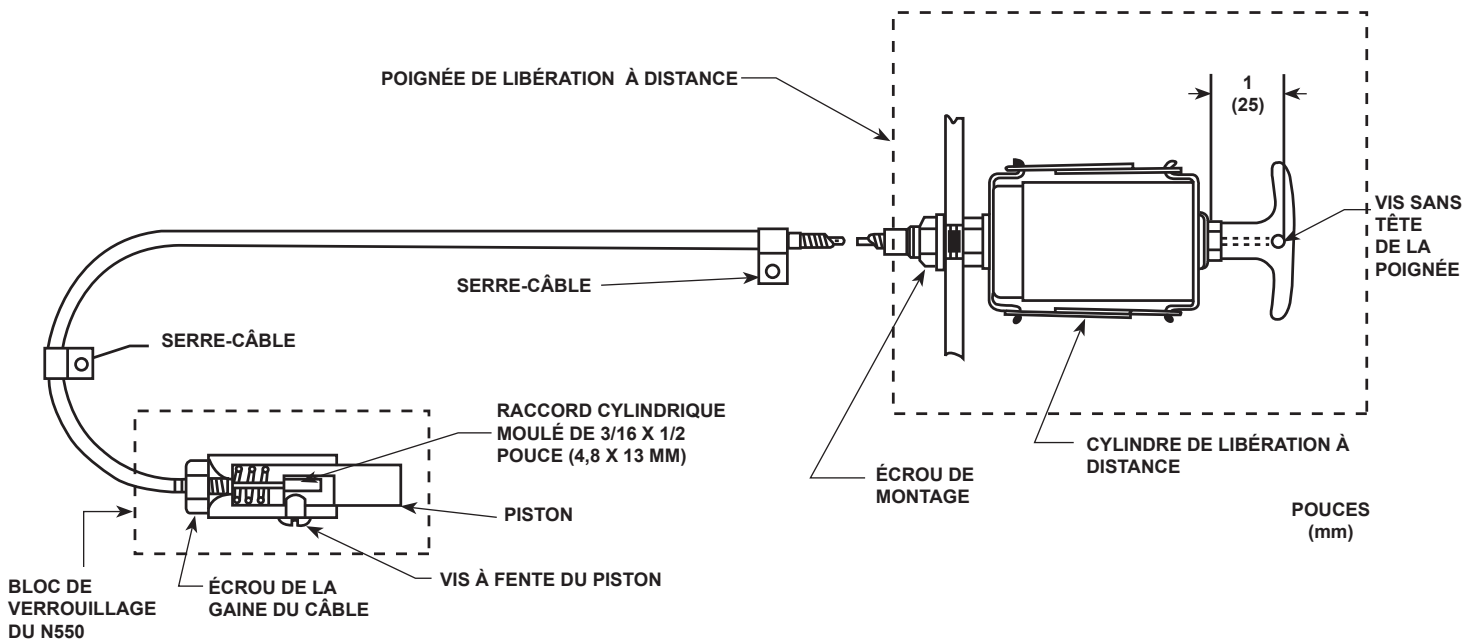

Figure 3. Schéma d'installation du dispositif de libération à câble type P164B
2. S'il est nécessaire de couper le câble pour le raccourcir, sortir environ 1 pied (30 cm) de câble intérieur de sa gaine au niveau du bloc de verrouillage du N550 (extrémité munie du raccord cylindrique moulé de 3/16 pouce (4,8 mm) par 1/2 pouce (13 mm) de longueur; voir la Figure 3).
5. Desserrer la vis à fente sur le bloc de verrouillage du robinet N550, Figure 3, jusqu'à ce que le piston puisse sortir du bloc de verrouillage.